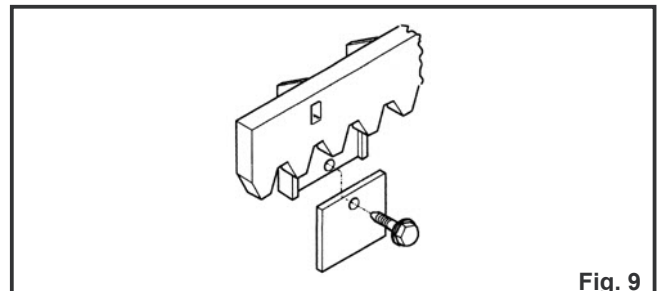

Fig. 9
3.4.3. NYLON RACK TO SCREW (fig. 9)